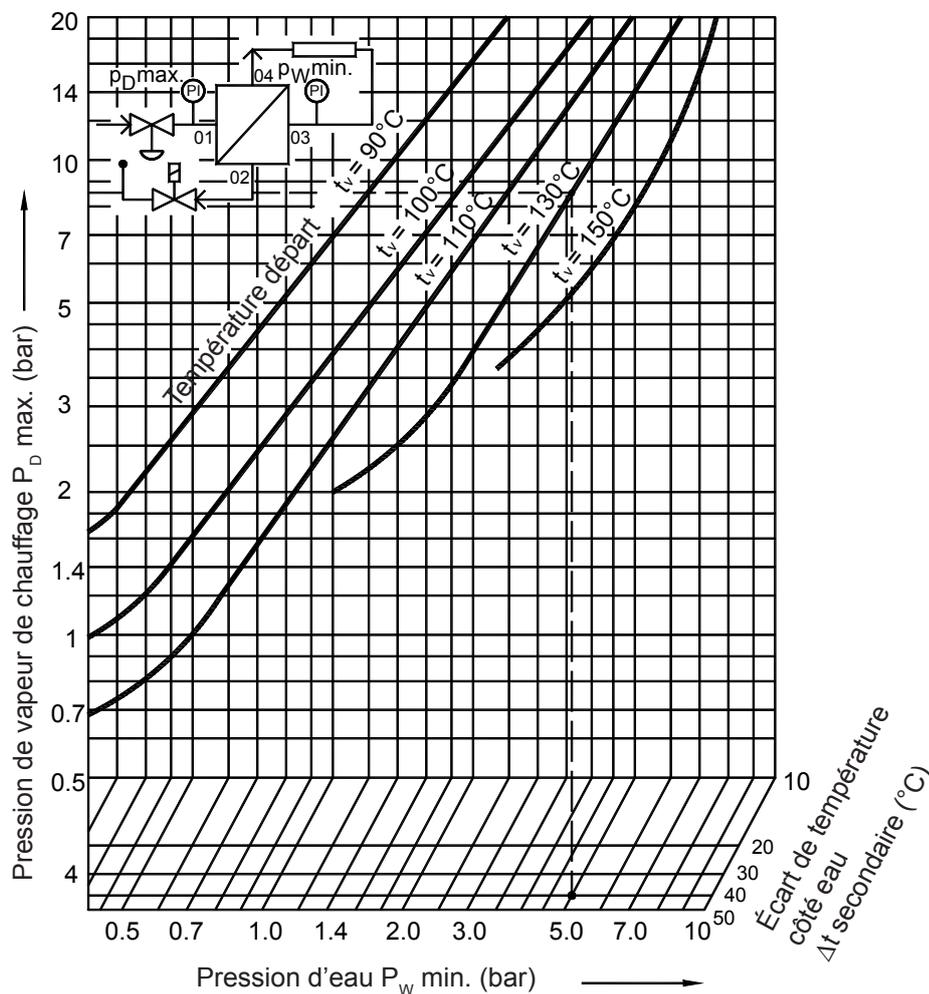

Fig. 3: Diagramme de pression / température pour échangeurs de chaleur chauffés à la vapeur
- Ouvrir lentement les raccords côté entrée vapeur (01). Le côté primaire de l'appareil est maintenant sous la pleine pression du fluide de chauffage car la vanne de régulation de condensat est encore fermée. Vous pouvez maintenant vérifier si toutes les connexions sont bien étanches.
- Pour tous les générateurs d'eau chaude, veiller à ce que la pression d'eau minimale du côté secondaire soit suffisante pour éviter la formation de vapeur à la température maximale de vapeur indiquée. Voir Fig. 3 (ci-dessous).